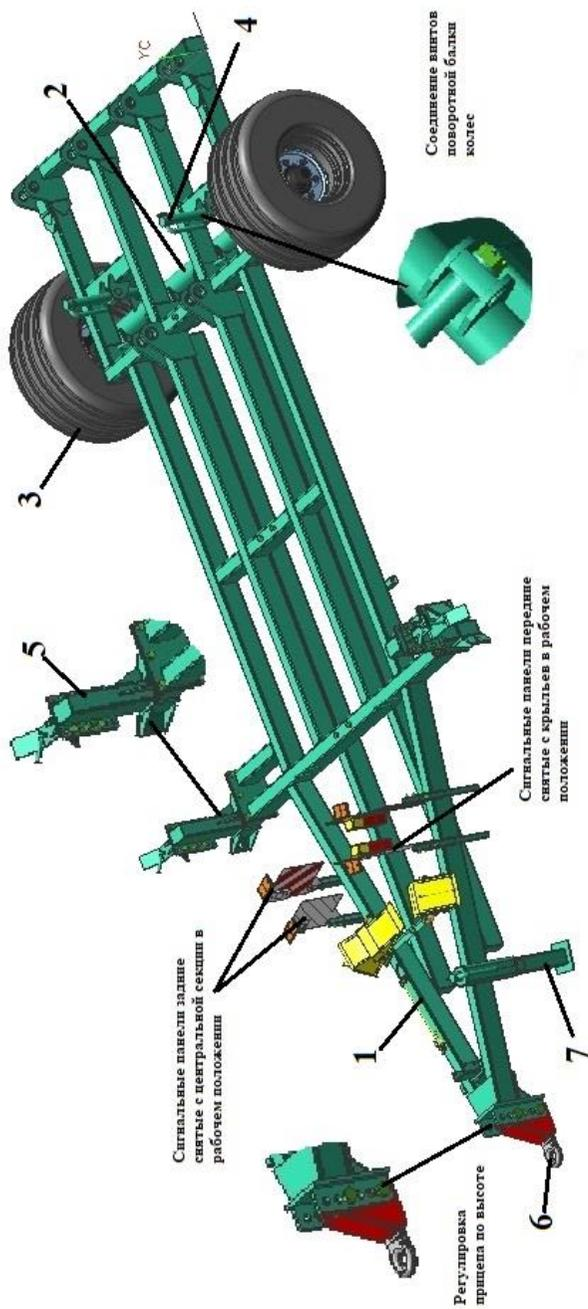

Рисунок 3— Транспортная тележка
3.3 Транспортная тележка предназначена для передвижения культиватора при транспортировке. Состоит (рисунок 3) из рамы 1, поворотной балки 2 с ходовыми колёсами 3 и регулировочными винтами 4, кронштейнов фиксации крыльев в транспортном положении 5, регулируемого по высоте прицепа 6, опора с винтовой регулировкой 7.
- соединить поворотную балку с регулировочными винтами (рис.3);
- соединить культиватор с трактором, переставляя прицеп на требуемое отверстие (рис. 3).
- снять передние сигнальные панели с крыльев культиватора и установить в кронштейны транспортной тележки (рисунок 3);
- снять задние сигнальные панели с центральной секции, разъединить вилку с розеткой, и установить их в кронштейны транспортной тележки (рисунок 3);
!Во избежание повышенной нагрузки на копирующие колёса центральной секции транспортная тележка должна катиться на своих ходовых колёсах. Это достигается регулировочными винтами поворотной балки (рис.3)!